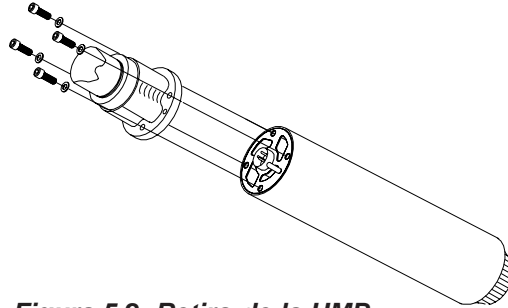

Figura 5.2 Retiro de la UMP
- 2: Retire la UMP antigua, retirando los cuatro pernos de la cabeza de descarga como se muestra en la figura 5.2.